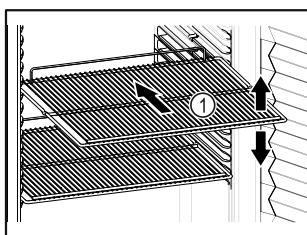

Fig. 86 Eksempelfremstilling
- Hvis oppbevaringshyllene Fig. 86 (1) kan flyttes, juster etter høyden.